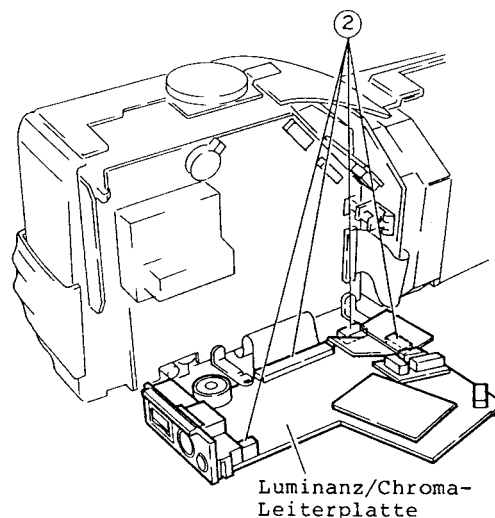

Abb. 2-21
2. Drei (3) Stecker (CN010, CN012, CN013) und ein Flachkabel (CN009) abziehen (siehe Abb. 2-21).